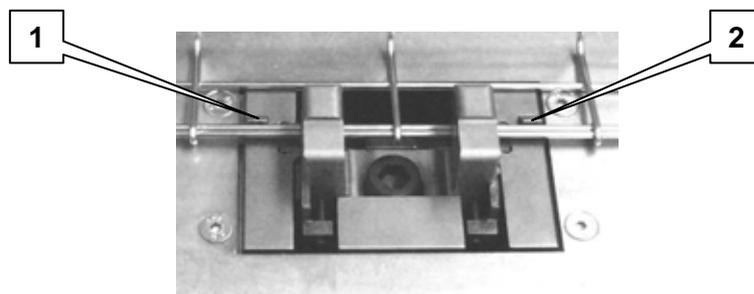

Figura 4.37 – Fili bloccati dai fermi
Nel caso in cui si incorra in un errato inserimento dei fili sotto la cesoia i fermi **1** e **2** (figura 4.37) impediscono l'estrazione degli stessi.
1. spingere verso il basso il tassello **1** (vedere figura 4.37) con il giravite **3** e tirare la passerella **4** estraendo i fili dalla cesoia di destra **5**, ripetere la stessa operazione per la cesoia di sinistra **6**.